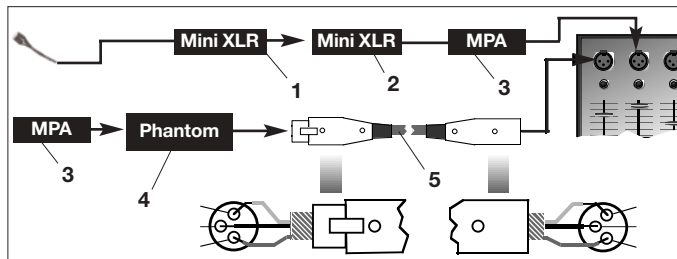

Fig. 4: Schema di collegamento con MPA III L
Vedi fig. 4.
- Vedi fig. 4. 4. **Se il vostro mixer non è dotato di alimentazione phantom**, inserite l'MPA III L (3) in un alimentatore phantom AKG opzionale (4) (N 62 E, N 66 E, B 18, B 15) e collegate l'alimentatore phantom (4) servendovi di un cavo XLR (5) (p.e. AKG MK 9/10 – non in dotazione) ad un ingresso simmetrico.